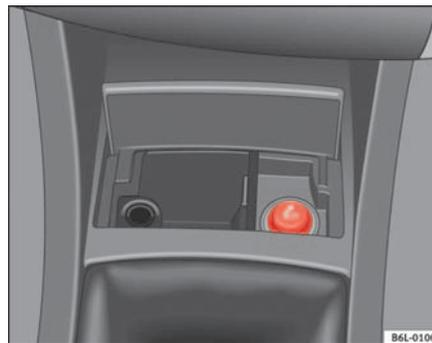

Abb. 82 Zigarettenanzünder
- Drücken Sie den Zigarettenanzünder ⇒ Seite 116, Abb. 82 zum Einschalten hinein ⇒ .